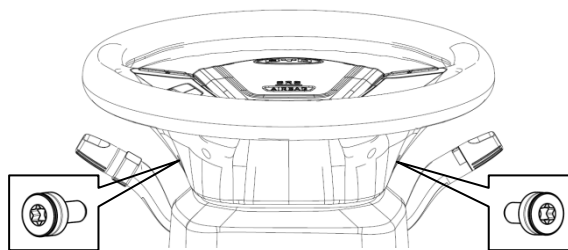

图 4-14
①对齐转向盘两侧的小圆孔，用 TX30#套筒松开两个内六角螺钉。如图 4-14 所示。